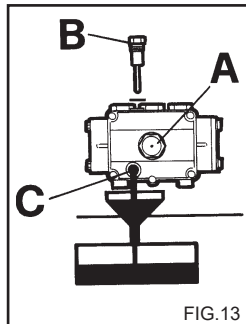

FIG.13
- 2) Открутите пробку с шупом (Рис. 13).